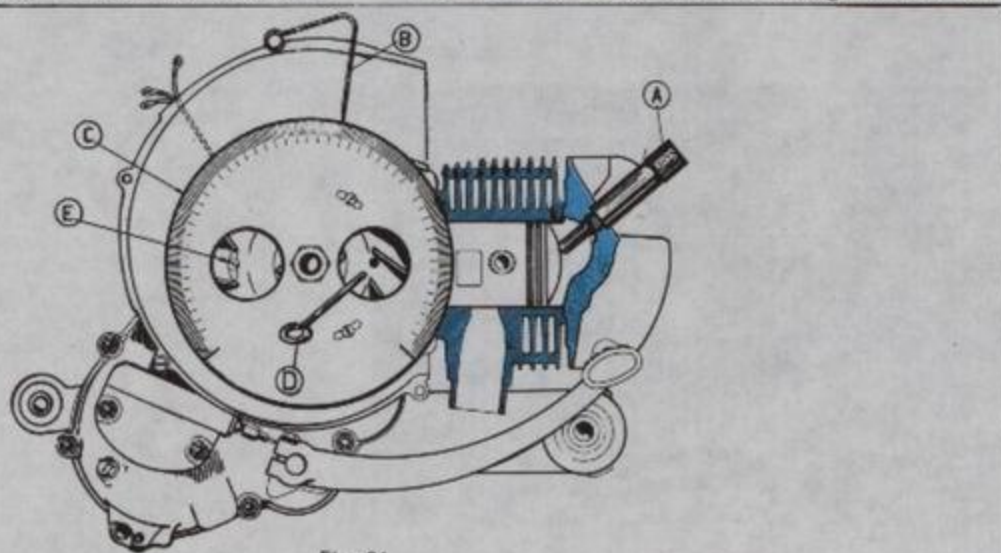

Fig. 81
**Descripción detallada de las operaciones para el calaje, válidas para los modelos Vespa 125 CL y 150 CL (Fig. 81).**
1. Aflojar los tornillos «E» (Fig. 81) de fijación estator al cárter.